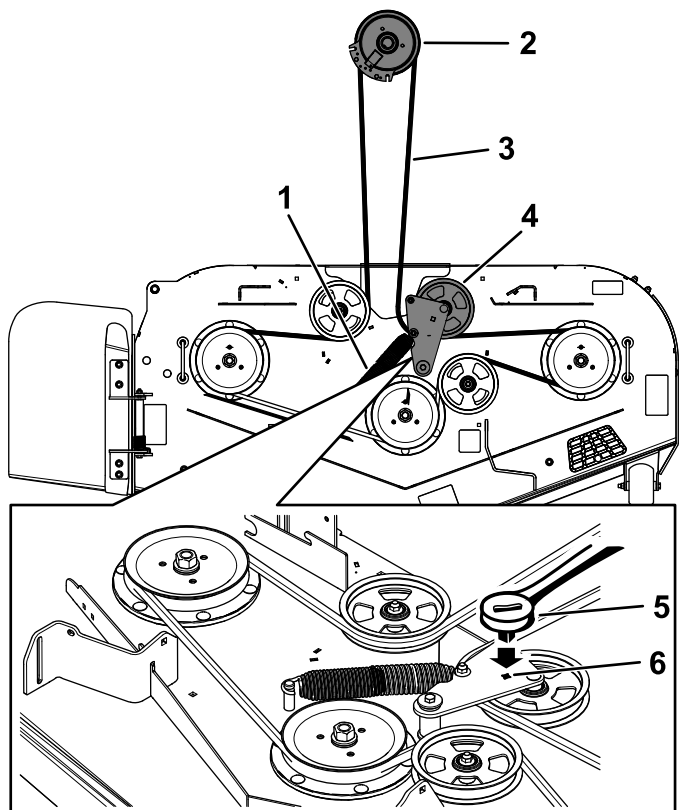

Figure 84
11. Montez le guide-courroie sur le bras de la poulie tension (Figure 84).
12. Insérez le rochet de $\frac{3}{8}$ pouce dans le trou carré et installez le ressort de la poulie de tension (Figure 84).
6. Insérez un rochet de $\frac{3}{8}$ pouce dans le trou carré du bras de la poulie de tension pour déposer le ressort de la poulie de tension (Figure 84).
8. Enlevez le guide-courroie situé sur le bras de la poulie de tension rappelé par ressort (Figure 84).
10. Acheminez la courroie neuve autour des poulies du tablier de coupe et de la poulie d'embrayage, sous le moteur (Figure 84).